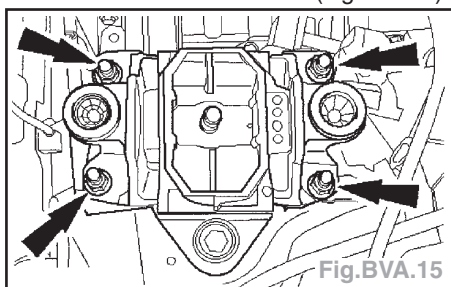

Fig.BVA.15
- Déposer la patte de support arrière du moteur et de la transmission (Fig.BVA.15).
- Poser la patte de support arrière de moteur et de transmission (Fig.BVA.15).